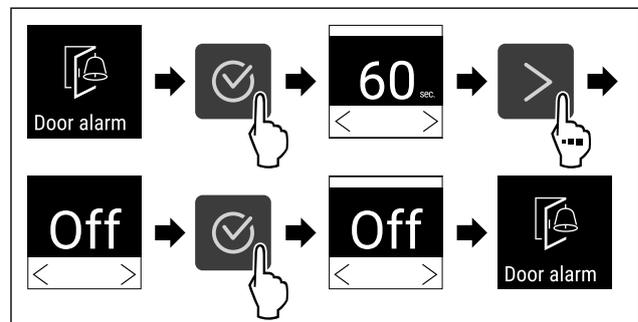

Fig. 118
- ▶ Handlungsschritte (siehe Fig. 118) durchführen.